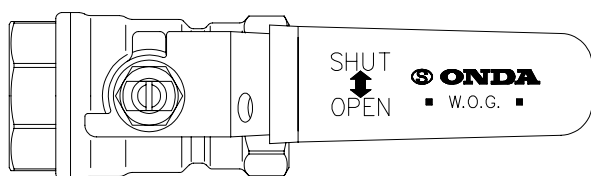
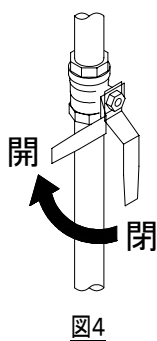

図1
図4
手動起動装置S-MB IIは、当社が提供する「手動起動BOX S-B II」と榊オندا製作所製の「ボールバルブ VFS-342H-SJS型」(図1)との専用の組合せとなっております。他のボールバルブとの組合せでのご使用はできません。
ボールバルブは、逆ハンドル仕様で汎用製品と開閉位置が逆になっておりますのでご注意ください。(図1、図4)
- ② 中のハンドルを上げると、消火液が放射されます(図4)。